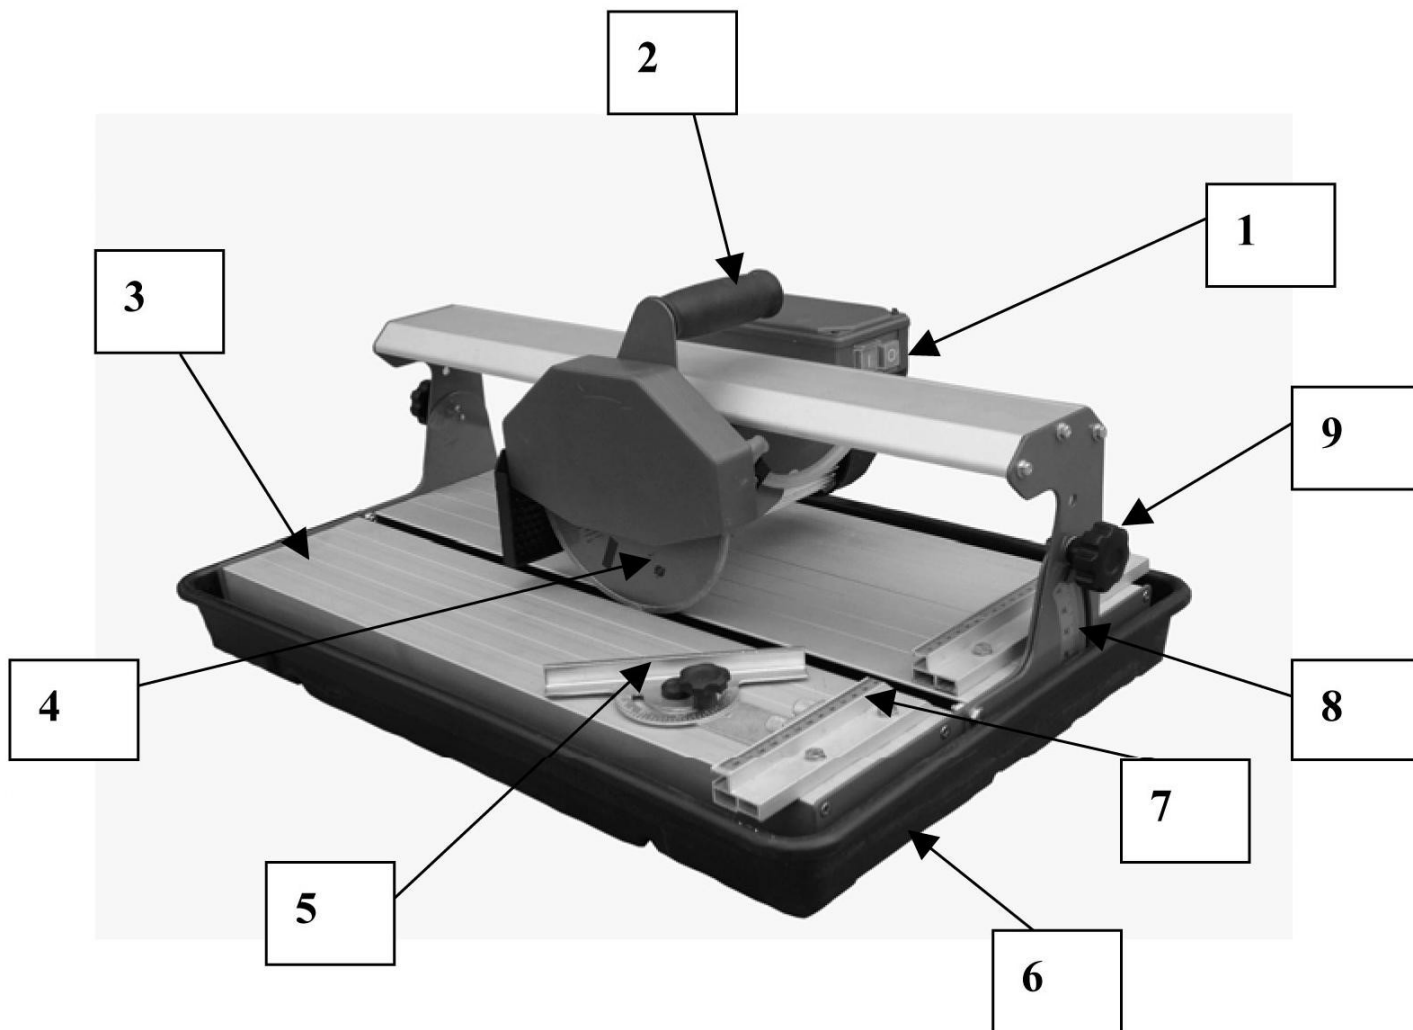
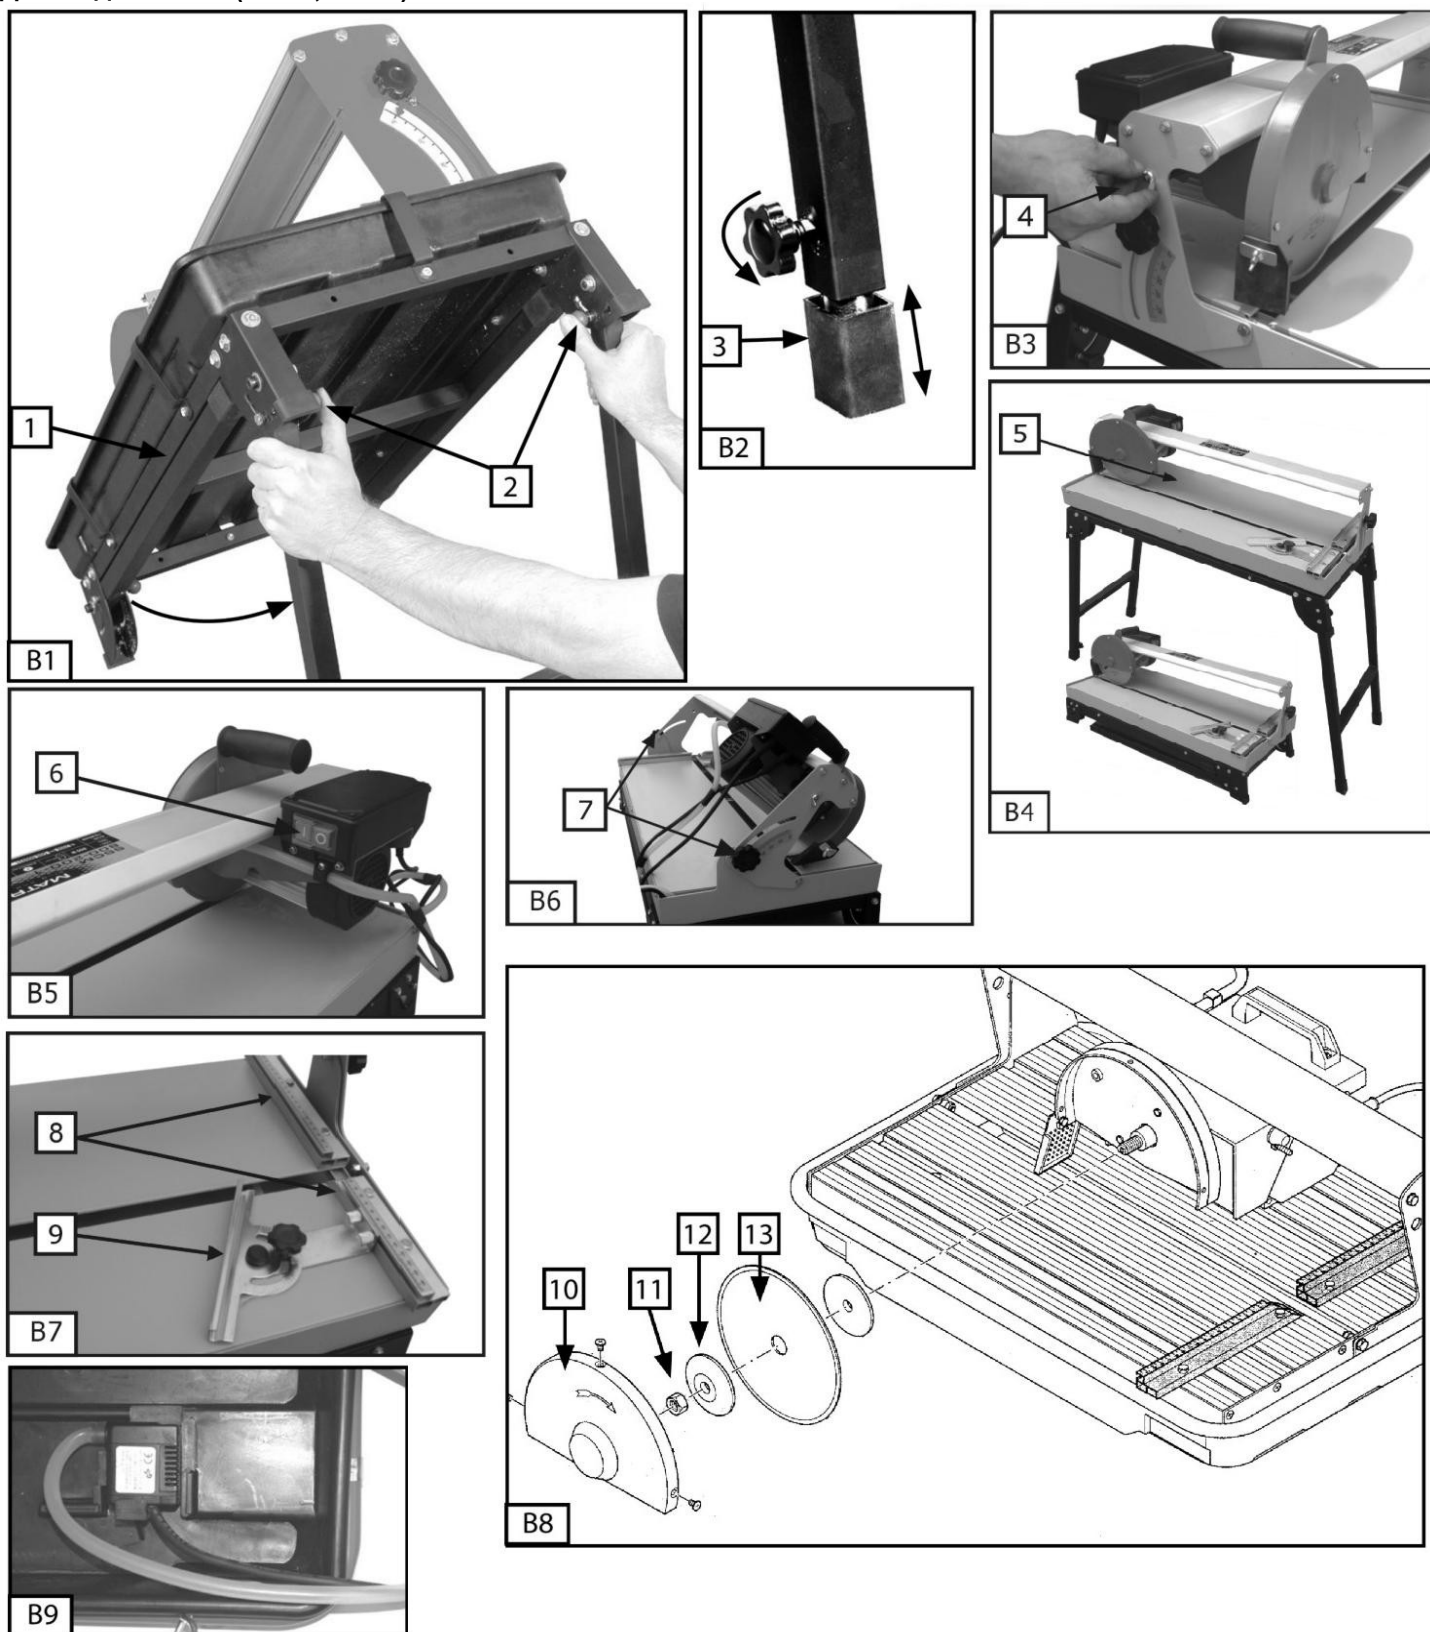

Рис. 5 Основные элементы станка модели 1855
Рис.6 Основные элементы станка модели 2080
Для модели 1855 (Рис.1, Рис.5)
6.1. Выверните и снимите винт (4), см. рис. 6, фиксирующий режущую головку в транспортировочном положении. Емкость (6) наполнить водой до необходимого уровня. Регулярно доливайте воду по мере ее расхода. При необходимости установите угловой упор (5) рис.5.
Наименование узлов и комплектующих для моделей 1855 (Рис. 5)
Для модели 2080 (Рис.2, Рис.6)
6.2. Для модели 2080 (Рис.6). Основание (1) снабжено откидывающимися ножками (2), Зафиксируйте ножки в развернутом положении как показано на рисунке. Отрегулируйте ножки по поверхности для устойчивого положения станка и зафиксируйте винтом (3). Выверните и снимите винт (4) фиксирующий режущую головку станка в транспортировочном состоянии (для всех моделей). Кнопки включения/выключения (6) находятся над двигателем в удобном для пользователя положении. При необходимости на линейке (8) смонтируйте угловой упор (9).
Для модели 2080 (рис.6)